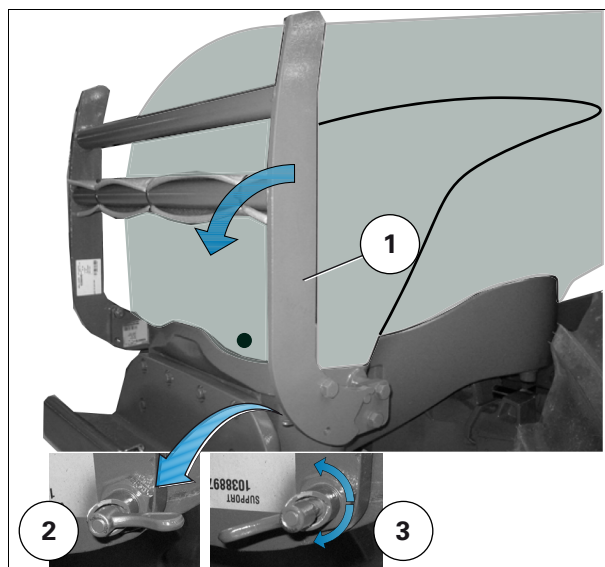

Рис. 2.
Чтобы сложить конструкцию для защиты при опрокидывании, переведите фиксатор (2) в положение (3) рис. 2 и потяните конструкцию.